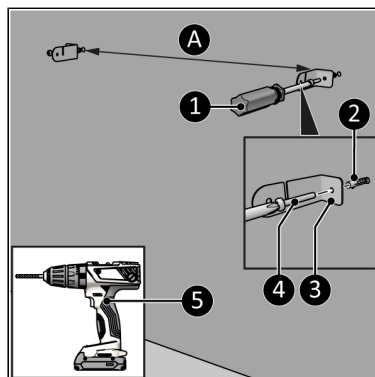

Figure 61.
4. Percez deux trous à au moins 610 mm au-dessus du sol pour les supports. La distance entre les trous est d'environ (Figure 61, pos. A)*:
5. Insérez des chevilles murales (Figure 61, pos. 2).
6. Vissez et serrez un support gauche et un support droit (Figure 61, pos. 3) au mur avec une grande vis (Figure 61, pos. 4) en utilisant un tournevis Phillips (Figure 61, pos. 5).